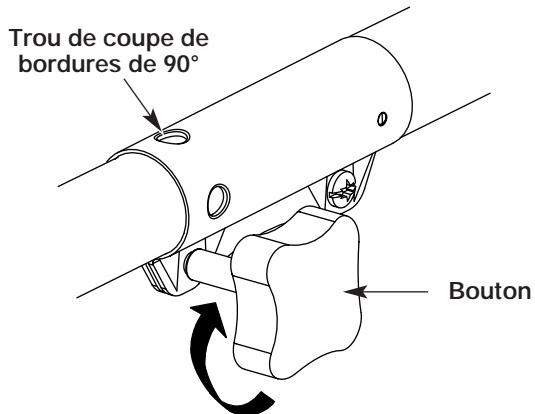

Fig. 8
3. Serrez le bouton en le tournant à droite (Fig. 8).
Pour couper les bordures à l'aide de la tête d'accessoire de coupe sur les modèle EZ-Link^{MC}, verrouillez le bouton de déclenchement de l'accessoire de coupe dans le trou de 90° (Fig. 8).